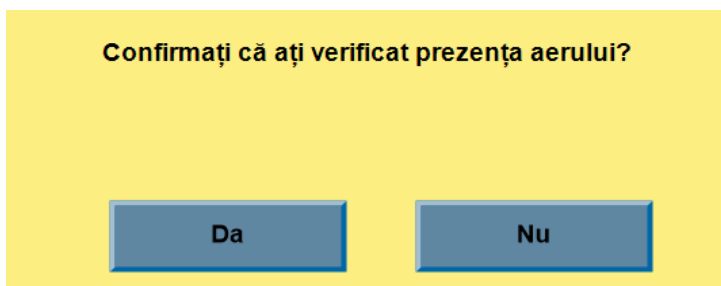

Figura 10 - 2: Confirmarea verificării prezenței aerului
2. Realizați confirmarea verificării prezenței aerului. Consultați Figura 10 - 2: Confirmarea verificării prezenței aerului.